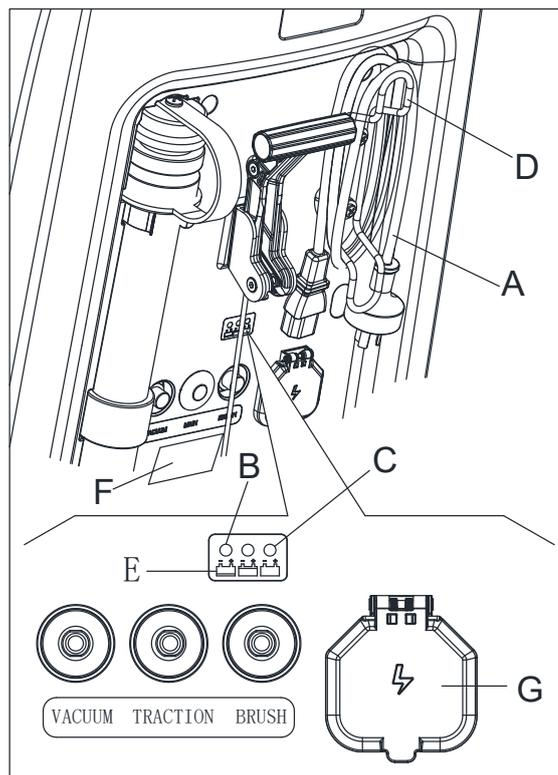

Abbildung 15
- Schließen Sie das Akkuladekabel (A, Abb. 15) an das Stromnetz (G) an (die elektrische Netzspannung und Frequenz müssen mit den Werten des Akkuladegeräts kompatibel sein), wie abgebildet auf dem Seriennummernschild (F) der Maschine. Wenn das Ladegerät an das Stromnetz angeschlossen ist, werden alle Maschinenfunktionen automatisch abgestellt. Wenn die rote Kontrollleuchte (B) auf dem Bedienfeld des Ladegeräts anbleibt, lädt das Ladegerät die Akkus auf.
- Wenn die grüne Kontrollleuchte (C) aufleuchtet, ist die Akkuladung abgeschlossen.
- Wenn der Akkuladevorgang abgeschlossen ist, trennen Sie das Batterieladekabel (A) vom Stromnetz (G) ab und wickeln es um das Gehäuse (D).
Für weitere Informationen über den Betrieb des Ladegerätes (E, Abb. 15), beziehen Sie sich auf die entsprechende Bedienungsanleitung.